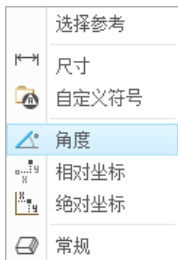

图 4.9.9 快捷菜单
(3) 选取圆心为直线起点，再在空白处右击；系统弹出图 4.9.9 所示的快捷菜单，选择 **角度** 命令，在弹出的角度文本框后输入角度值 0，单击 按钮；然后在圆上的参照点处单击鼠标左键。